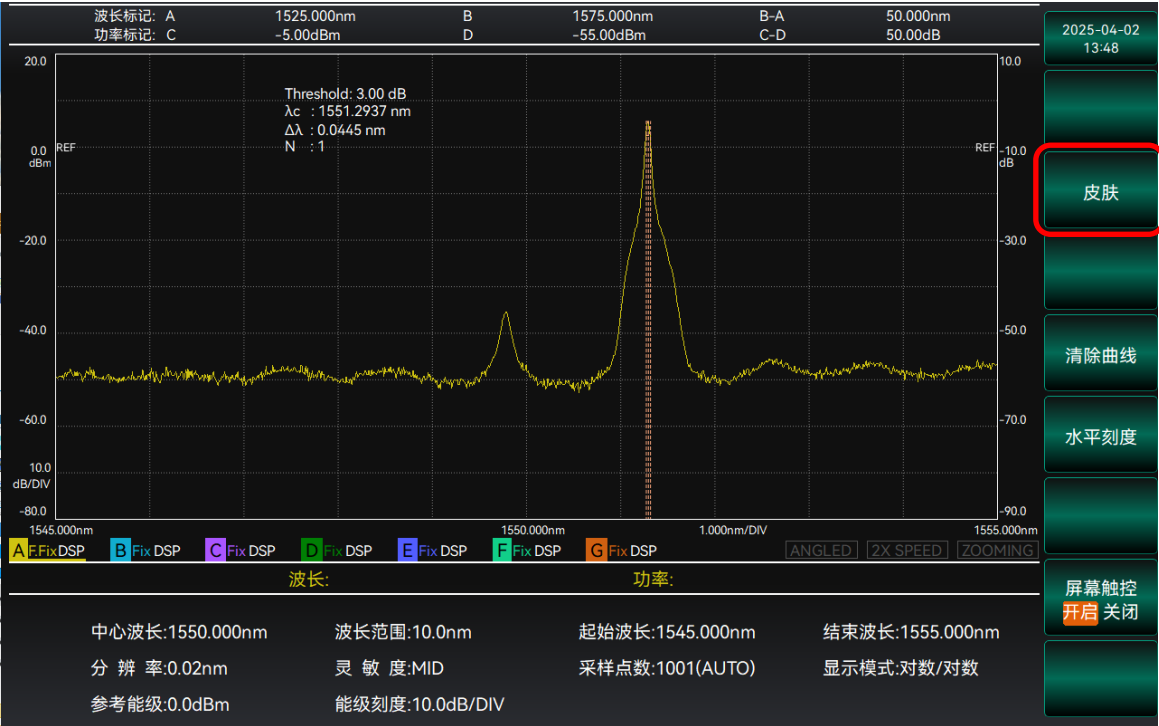

图 3.34 设置皮肤界面
2. 选择【皮肤】，选择深蓝或者绿色，完成设置。操作界面如图 3.34 所示。